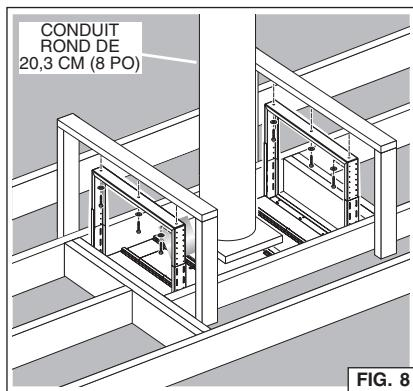

FIG. 8
4. Sur le collier de sortie du ventilateur, raccordez le conduit menant l'air à l'extérieur. Fig. 8.